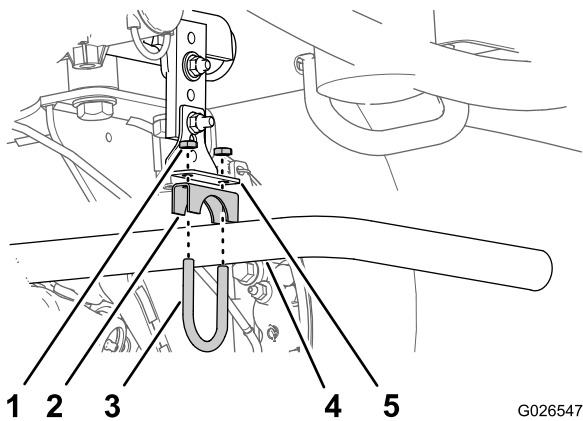
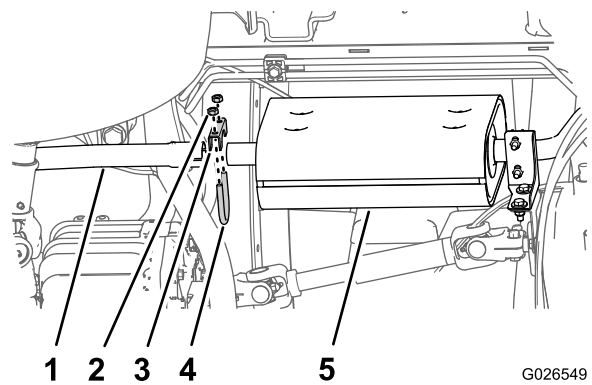

图2
图4
1. 在排气系统吊挂装置和排气管支架上，拆下将尾管固定至排气管支架上的 2 个螺母、U 形螺栓和鞍形支架（图2）。
3. 拆下将尾管固定至消声器排气管上的 2 个螺母、U 形螺栓和鞍形支架（图4）。
4. 从机器上拆除并丢弃尾管（图2 和 图4）。